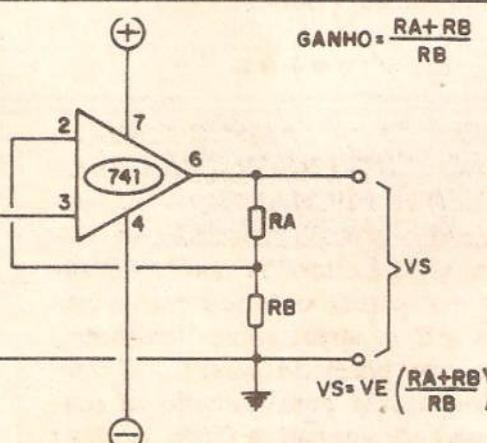

Fig.12
- FIG. 12 - AMPLIFICADOR NÃO INVERSOR "FECHADO" (COM GANHO CONTROLADO) - Outro arranjo bastante utilizado, na prática (depois do inversor "fechado", é, provavelmente, o mais usado...). Nesse caso, "não queremos" a inversão da polaridade do sinal, durante a amplificação, assim aplicamos o sinal ou nível a ser manipulado, à própria Entrada Não Inversora (pino 3). Já a Entrada Inversora (pino 2) recebe uma realimentação através do divisor de Tensão formado pelos resistores RA e RB, que dimensionam uma parte do sinal presente na Sáida,